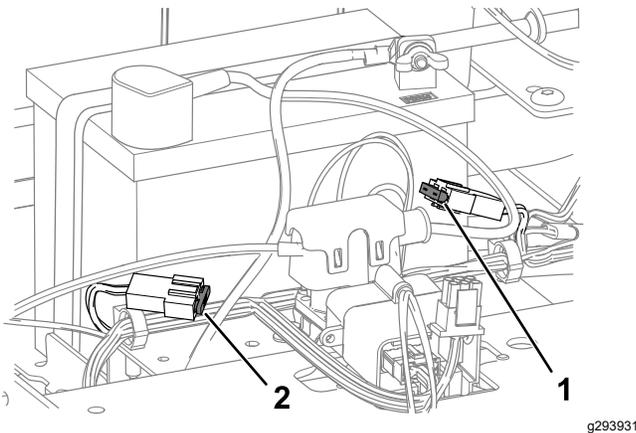

Figura 42
4. Para cambiar un fusible, tire del fusible para retirarlo (Figura 42).